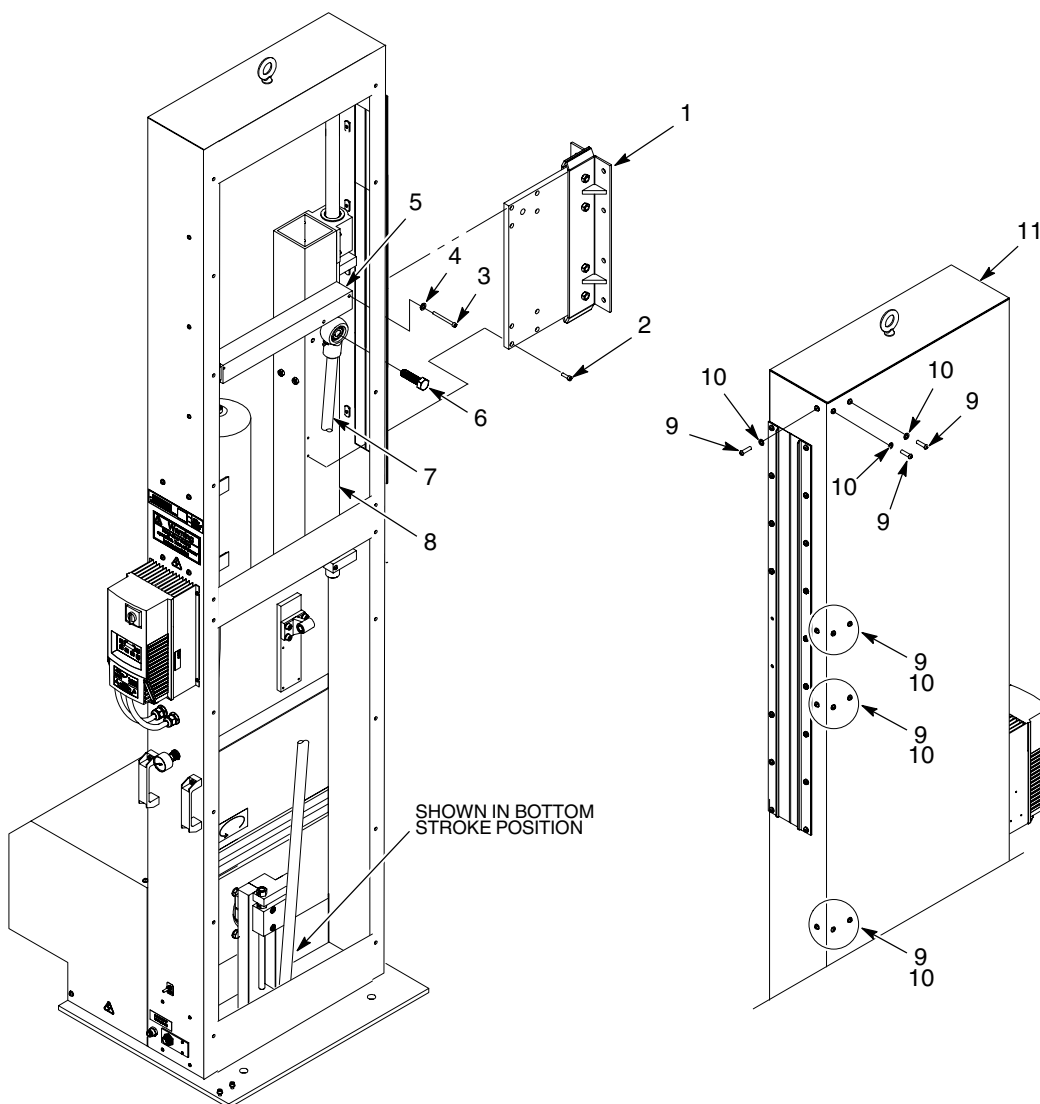

Рис. 18 Установка узла подшипников
1. См. рис. 18. При содействии помощника установить узел подшипников на манипуляторе (11). Закрепить узел подшипников на манипуляторе, используя стопорные шайбы (10) и винты (9). Надежно затянуть винты.
2. Закрепить каретку распылителей (1) на монтажной трубке (8), используя винты. Надежно затянуть винты.
3. Нанести смазку на резьбы винтов (6). При помощи винта закрепить шатун (7) на монтажной трубке (8). Затянуть винт моментом 120–135 Н•м (90–100 ft-lb).
4. Закрепить штангу стабилизатора (5) на монтажной трубке подшипников (8), используя стопорные шайбы (4) и винты (3). Надежно затянуть винты.